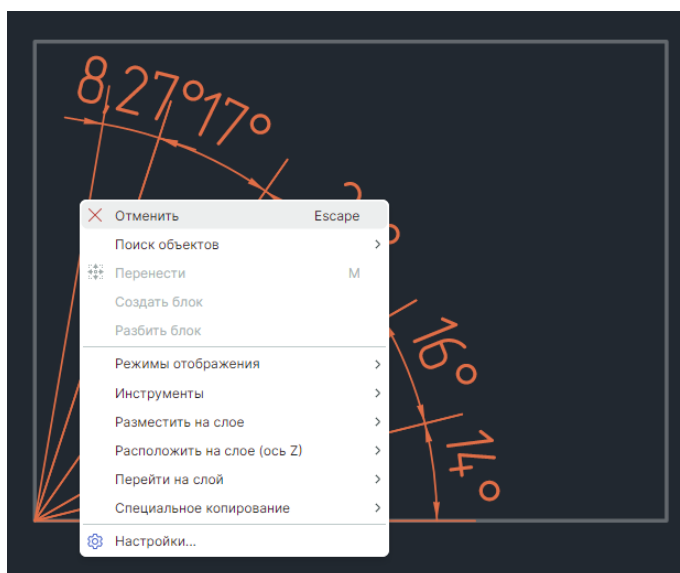

Рис. 480 Завершение работы с линией
8. Для завершения работы с размерной линией нажмите клавишу «Escape» или вызовите контекстное меню и выберите «Отменить», см. Рис. 480.